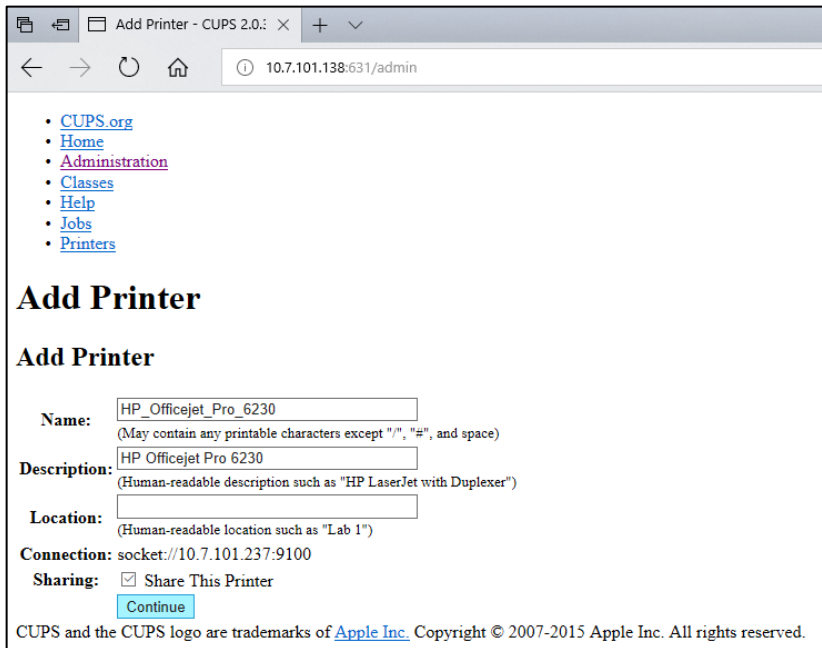

Figura 102. Ecranul Add Printer (Adăugare imprimantă).
5. Selectați **Share this printer** (Se partajează această imprimantă) și apăsați **Continue** (Continuare) (Figura 102).